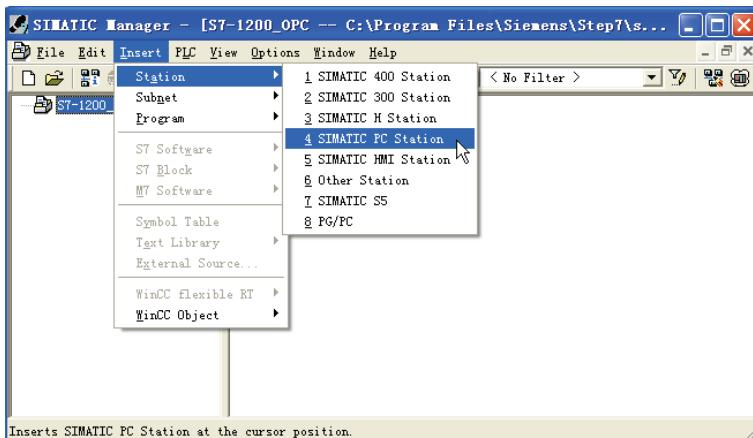

图 10-37 插入 PC Station
1) 在 STEP7 中新建项目，组态 PC Station。打开 STEP7 并新建一个项目：“S7-1200\_OPC”，通过“Insert”→“Station”→“SIMATIC PC Station”插入一个 PC 站，PC 站的名字为“SIMATIC PC Station(1)”。如图 10-37 所示。